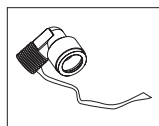

Рис. 5
- 5) Убрать старую тефлоновую ленту с резьбы фитингов. (Рис.5).